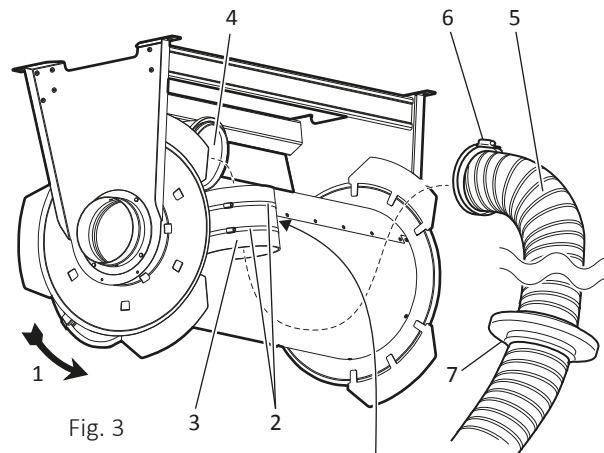
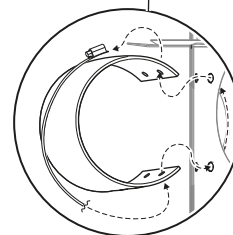

Fig. 3
Fig. 4
2. Fixez la palette et réglez la tension préalable de l'enrouleur conformément au tableau. Tournez le tambour dans le sens de la flèche (1, Fig. 3).
3. Démontez le collier de serrage (2) et la manchette en caoutchouc (3).
4. Montez le tuyau (5) sur le canal d'aspiration (4) avec le collier de serrage (6).
5. Pour fixer le tuyau, commencez par placer la toile en caoutchouc (3) autour du tuyau. Enfilez ensuite le collier de serrage (2) à travers les trous et autour de la toile en caoutchouc pour obtenir un verrouillage sûr (Fig. 4).
6. Montez la butée de tuyau (7, Fig. 3) dans la position souhaitée. Libérez le loquet et enroulez le tuyau jusqu'à ce qu'il soit arrêté par la butée. Vérifiez que la butée du tuyau est montée et fonctionne correctement.